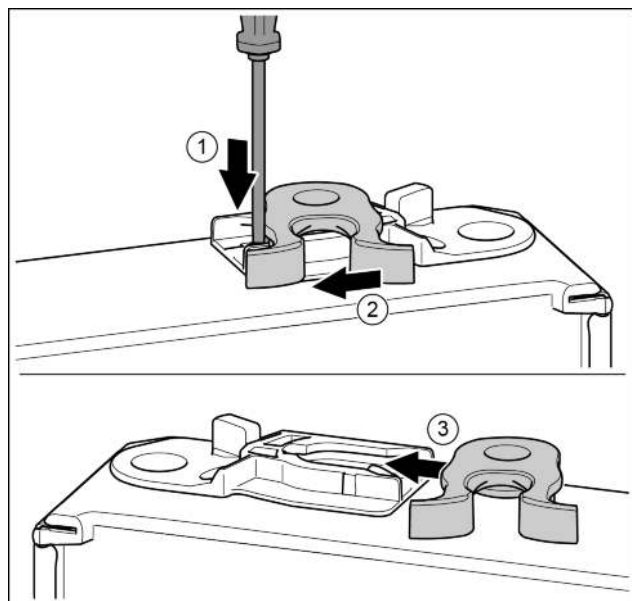

Fig. 16
- Нажать накладку шлицевой отверткой вниз. Fig. 16 (1)
- Запорный крючок вывести из направляющей. Fig. 16 (2)
- Запорный крючок вставить в направляющую с другой стороны. Fig. 16 (3)